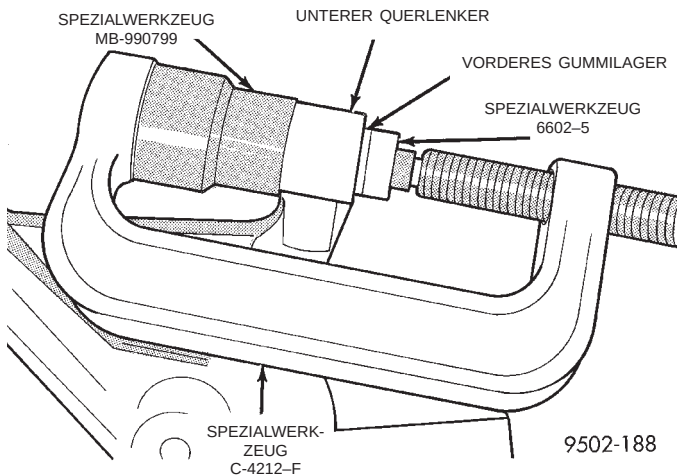

Abb. 99 Vorderes Gummilager aus dem unteren Querlenker ausbauen
(1) Unteren Querlenker aus dem Fahrzeug ausbauen. Dazu die entsprechende Anleitung in diesem Kapitel befolgen.
(2) Ausbauwerkzeug, Spezialwerkzeug 6602-5, und Aufnehmer, Spezialwerkzeug MB-990799, am Spezialwerkzeug C-4212-F montieren.
(3) Den unteren Querlenker an den derart zusammengebauten Spezialwerkzeugen montieren. Werkzeug MB-990799 muß dabei rechtwinklig auf dem unteren Querlenker sitzen, und Werkzeug 6602-5 muß korrekt am Gummilager anliegen (Abb. 99).
(4) Die Schraube des Aus-/Einbauwerkzeugs C-4212-F anziehen, bis das Gummilager aus seinem Sitz gepreßt wird.